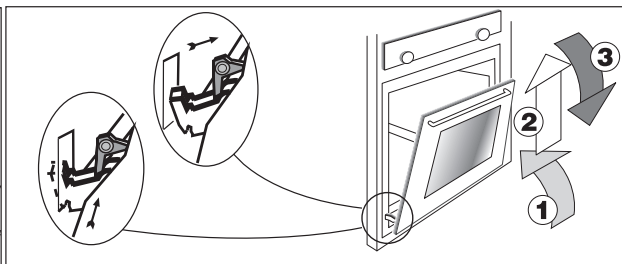

Fig. 33
- Com as alavancas de bloqueio travadas, segurar a porta nos dois lados e fechar a mesma lentamente até ficar bloqueada [Fig. 33]. Desta forma a mola da dobradiça estará bloqueada, continuando a fechar a porta do forno, podemos desencaixar as dobradiças das fendas do produto, conforme a sequência da fig. 33.